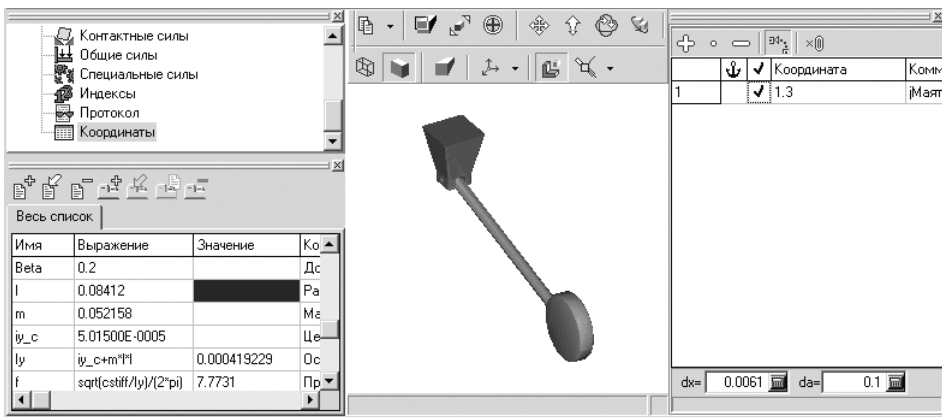

Рис. 1.38. Возможное начальное отклонение маятника от вертикали
- щелкните на панели инструментов окна **Инспектор** по кнопке – **Пошаговое увеличение выделенных координат** или – **Пошаговое уменьшение выделенных координат** и, не отпуская клавишу мыши, увеличивайте/уменьшайте значение шарнирной координаты – угла поворота в шарнире. Возможное начальное отклонение маятника от вертикали показано на рис. 1.38.